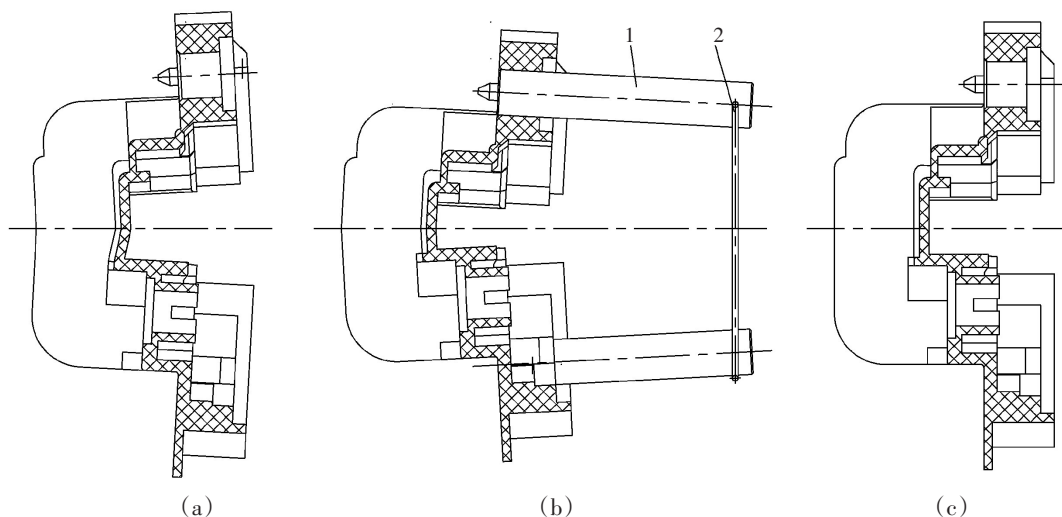

图3 “锁壳”的模外校形
(2)缺陷整治措施:“锁壳”的模外校形,如图3所示。如图3a所示,脱模后的“锁壳”,若经过校形是会翘曲变形。“锁壳”的模外校形,如图3b所示。其方法是用两根校形棒1插入“锁壳”两边的孔内,再以一根校形棒1上的校形环2套住另一根校形棒1。然后,整体放入水中定形后卸下校形棒1和校形环2。“锁壳”的翘曲变形便可得到整治,如图3c所示。